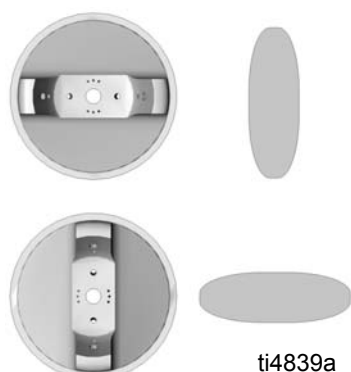

FIG. 2
1. Rode o espalhador para obter o padrão de pulverização desejado. Consulte FIG. 2.